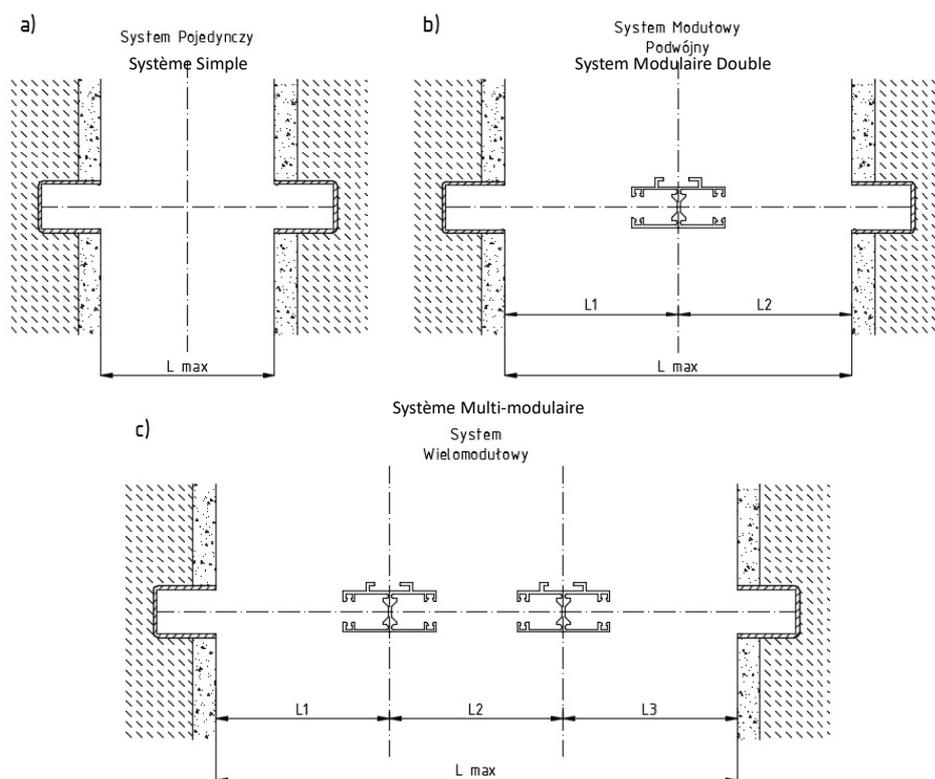

Fig. 3. Mesure de la largeur du système avec rail de guidage encastré: a) - Système simple, b) - Système modulaire double, c) -Système multi-modulaire.
- L'ancrage mécanique du profilé de montage est autorisé, de sorte que l'élément de fixation ne fasse pas saillie de plus de 4 ÷ 5 mm au-dessus du plan intérieur du profilé, Fig. 3.
Fig. 3 Méthode de pose du profilé de montage: 1 - Profilé de montage, 2 - Rail de guidage encastré, 3 - Joint, 4 - Enduit / Isolation thermique, 5 - Béton / Mur.